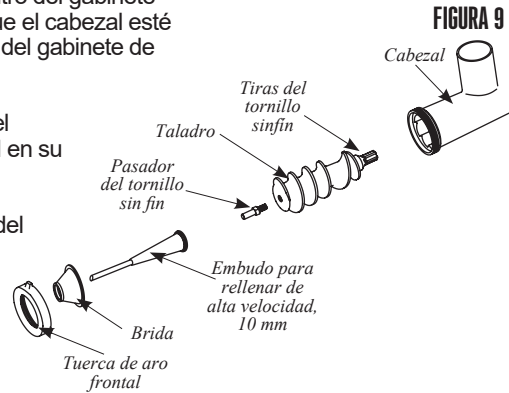

FIGURA 9
3. Inserte el tornillo sinfín dentro del cabezal (FIGURA 9). Alinee las tiras del tornillo sinfín con el eje de transmisión del molino.